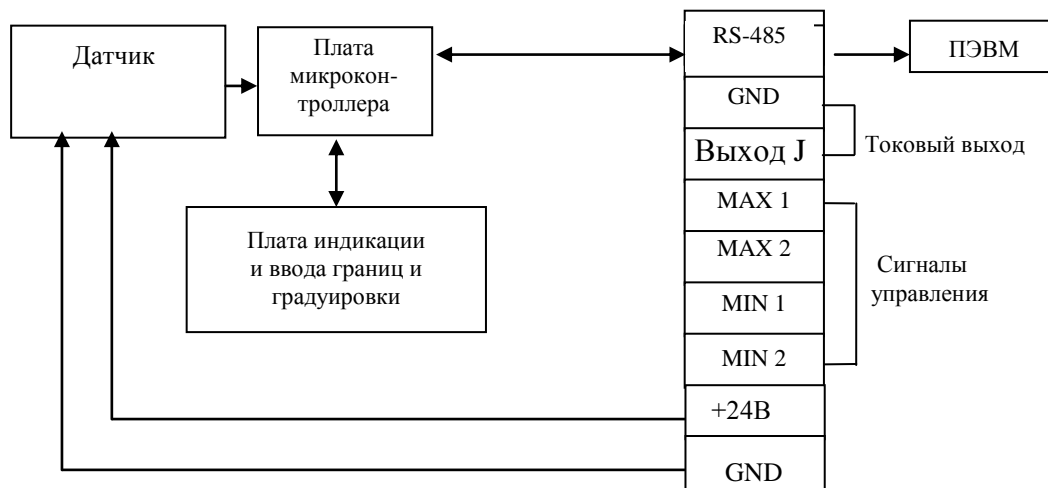

Рис.1 Структурная схема измерителя ПРОМА-ИП-4х.
1.4.1 Структурная схема измерителя приведена на рис.1.